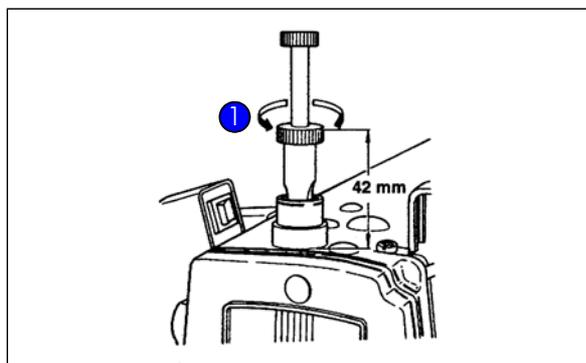

Figure 18 Bouton de réglage pour la pression du pied-de-biche
Pour les tissus les plus courants, la vis de réglage ① doit être réglée à env. 42 mm, comme indiqué dans Figure 18.